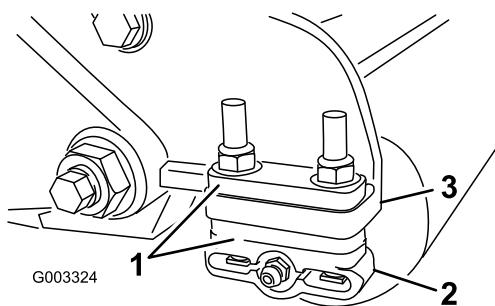

**Figura 17**
3. Ad una estremità del cilindro, inserite una striscia di carta da giornale tra il cilindro e la controlama (Figura 17). Girate lentamente il cilindro in avanti e allo stesso tempo girate in senso orario la vite di regolazione della barra di appoggio (Figura 16) dallo stesso lato del cilindro, uno scatto per volta, finché la carta non viene pizzicata leggermente quando viene inserita dal davanti ed è parallela alla controlama. Avvertirete una leggera resistenza mentre la carta viene tirata.
5. Una volta terminata la regolazione, verificate che il cilindro comprima la carta, quando viene inserita dalla parte anteriore, e che tagli la carta, quando viene inserita ad angolo retto rispetto alla controlama (Figura 17). Deve essere possibile tagliare la carta con un contatto minimo tra la controlama e le lame del cilindro. Se risulta evidente una resistenza del cilindro/un contatto eccessivo, sarà necessario lappare o riaffilare l'apparato di taglio per ottenere il livello di affilatura necessario per un taglio di precisione (Fate riferimento al manuale Toro per l'affilatura del cilindro e delle macchine a taglio rotativo , Modulo N. 80-300PT).